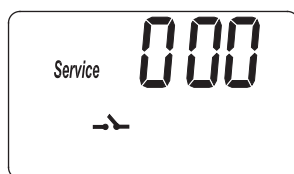
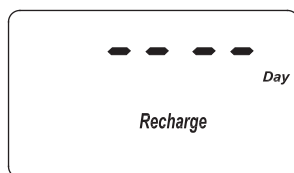

FIG. 29
FIG. 30
1. Appuyez sur le bouton PROGRAM (programmer) et maintenez-le enfoncé jusqu'à ce que l'écran de la figure 29 s'affiche. Une fois l'écran affiché, appuyez quatre fois sur le bouton PROGRAM (programmer) et l'écran de la figure 30 s'affichera.
1. Appuyez sur le bouton PROGRAM (programmer) et maintenez-le enfoncé jusqu'à ce que l'écran de la figure 29 s'affiche. Une fois l'écran affiché, appuyez cinq fois sur le bouton PROGRAM (programmer) et l'un des deux écrans de la figure 31 s'affichera.